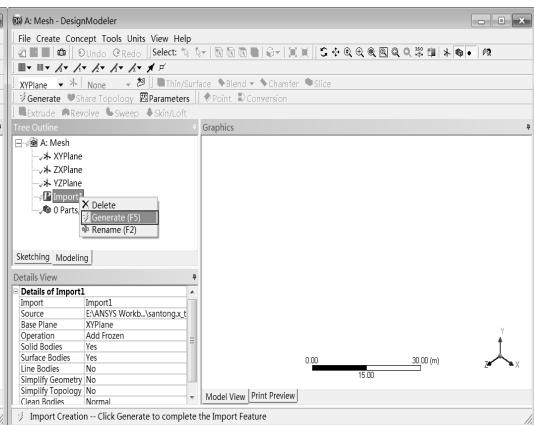

图 3-55 DesignModeler 界面
Step6 : DesignModeler 平台被加载,同时在 Tree Outline (模型树) 中出现一个 Import1 选项,如图 3-55 所示,前面的 表示几何模型需要生成。